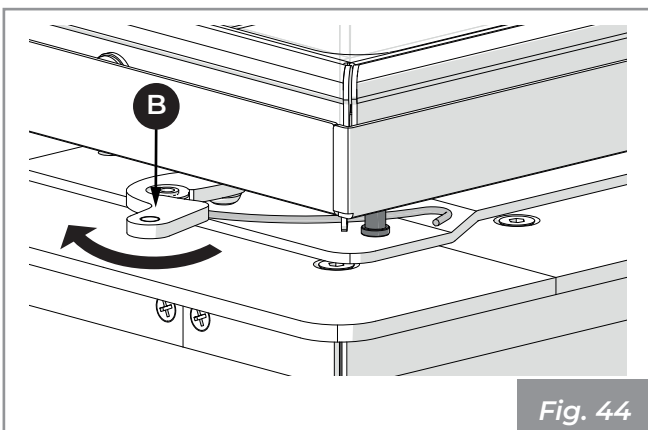

Fig. 44
- 5) Pousser le levier (B) avec la main et ramener le battant en position de verrouillage (**Fig. 44**).